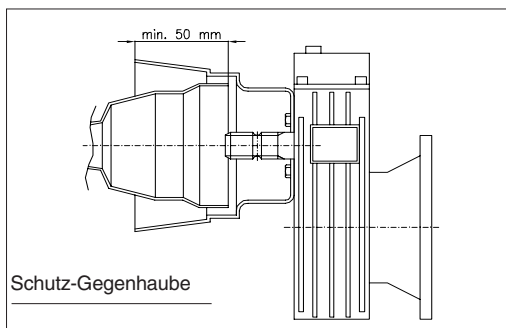

Abb. 1
- a) die Schutz-Gegenhaube (Abb.1) in unversehrt und gut befestigten Zustand vorhanden ist. Die Gegenhaube muss den Schutz des Kardangelenks über mindestens 50 mm abdecken und den unbeabsichtigten Kontakt der Hände mit in Bewegung befindlichen Elementen verhindern.